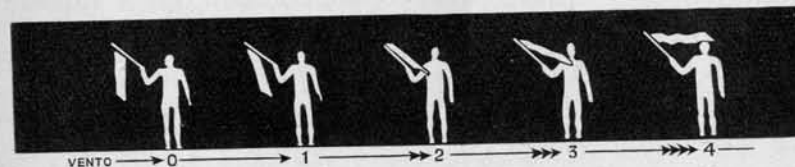

Fig. 1.
a) Il moto dell'aria genera sui corpi una forza tanto maggiore quanto maggiore è la sua velocità (fig. 1).